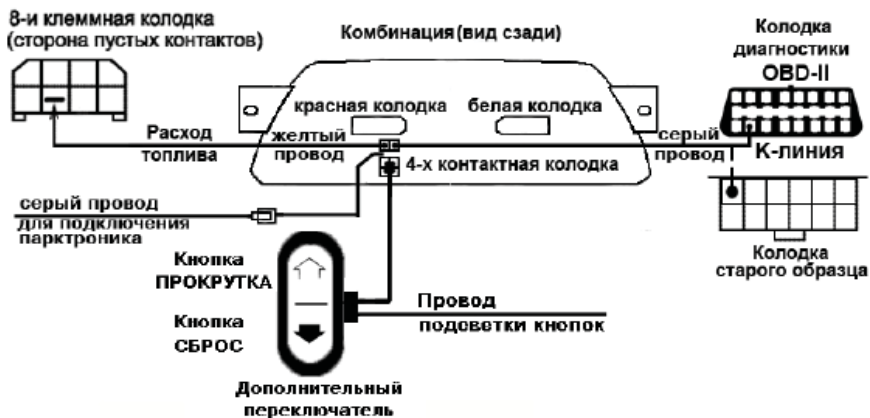

Рис. 3 Подключение ЭКП.
- Пропустить провод диагностической "К - линии" БК ЭКП к диагностической колодке слева от рулевой колонки и подсоединить его согласно рис. 3.
- Пропустить желтый провод СРТ расхода топлива к 8-ми клеммной колодке, расположенной за кожухом под рулем слева, и вставить контакт желтого провода в свободную камеру 8-ми клеммной колодки согласно рис.3.
- подключить провод "К-линии" паркทรอนิกส์ GF801 к белому проводу, идущему от ЭКП (см. Рис. 3) (а не к "колодке для БК", как это указано в Руководстве на GF801). Соединение проводов выполняется клипсой, входящей в комплект паркทรอนิกส์ GF801.